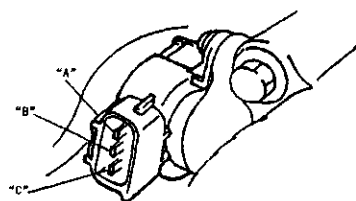

图 2-75 检查节气门位置传感器
- ④ 测量传感器插头“A”与“B”之间电阻值应为 2.5~2.6kΩ。如图 2-75 所示。